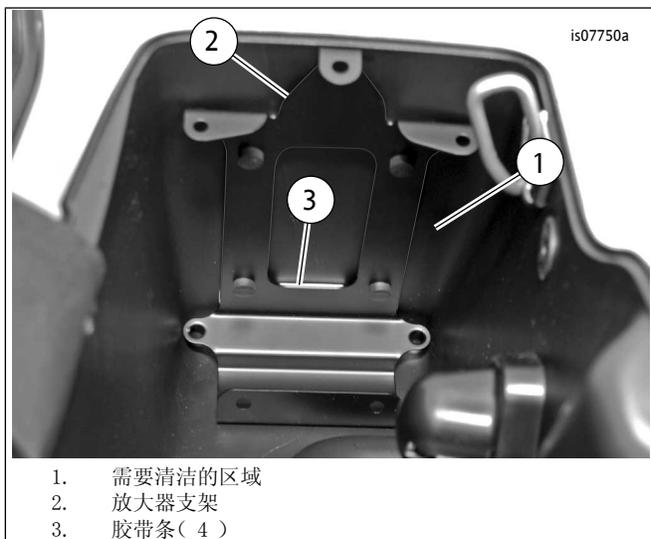

图5。安装放大器支架
5. 参见图5。使用50%异丙醇和50%蒸馏水的混合剂对边箱内后表面和底部表面进行清洁。